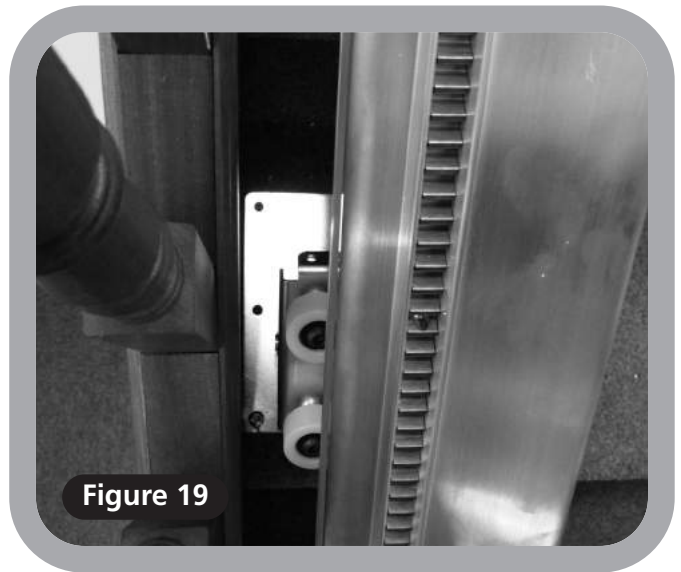

Figure 19
- 6 Les pieds doivent être le plus près possible du limon (**Figure 19**).